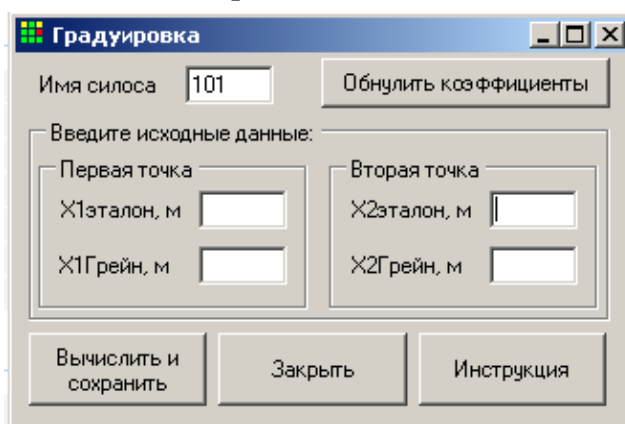

Рис. 3.5. Окно градуировки каналов измерения уровня
Окно "Градуировка" показано на рис. 3.5.
- вводят имя силоса, для которого выполняется градуировка, в окно "Имя силоса" (рис. 3.5);
- первую градуировочную точку (X1эталон, X1GM103 на рис. 3.5) выбирают у потолка силоса. Для этого в силос опускают на штоке металлическую площадку (градуировочную площадку), на которую может опуститься измерительный груз датчика уровня;
- выполняют измерение расстояния системой "GM103" до градуировочной площадки и заносят его в поле X1GM103 на рис. 3.5. Затем измеряют это же расстояние (отсчитываемое от дна силоса!) с помощью эталонной рулетки или лазерного уровнемера;